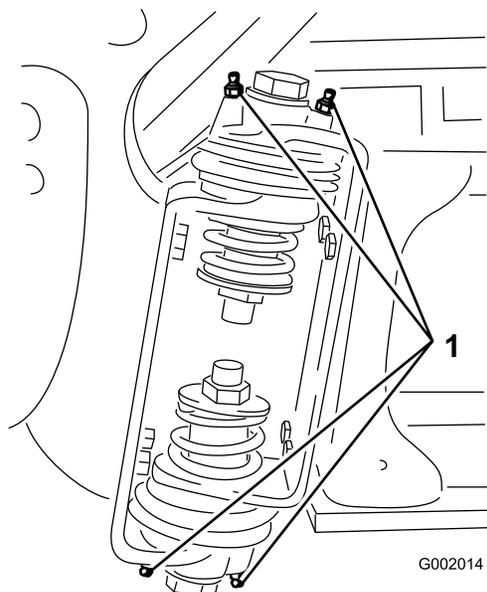

Figura 23
2. Pompate del grasso nel raccordo di ogni cuscinetto o boccola Figura 23.